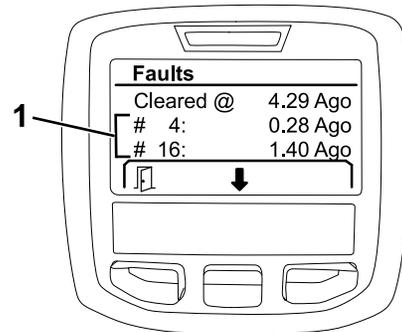

Bild 27
2. Überprüfen Sie die auf dem Bildschirm „Faults“ aufgeführten Fehler (Bild 27).